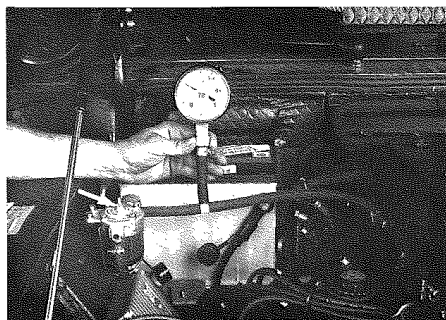
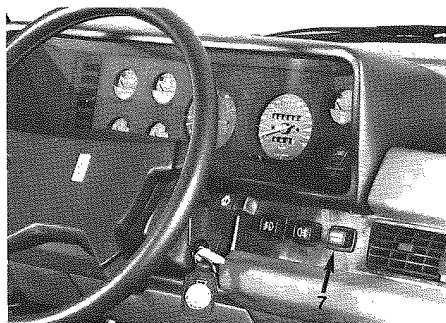

Fig. 25 - Vite regolazione pressione flusso benzina
Fig. 26 - Interruttore
- Controllare la pressione a valle del filtro regolatore inserendo un manometro tra scatola filtro e carburatori (**Fig. 25**). Agire sulla vite A per l'eventuale regolazione della pressione.
- Controllare la pressione di mandata carburante inserendo il manometro all'ingresso del filtro regolatore (**Fig. 25**). Per mezzo dell'apposito interruttore 7 (**Fig. 26**), inserire la pompa di emergenza e controllare nuovamente la pressione.
- Check the pressure before fuel filter by inserting a pressure gauge between filter box and carburetors (**Fig. 25**). Act on screws A to adjust the pressure.
- Check the pressure of fuel flow by inserting a pressure gauge at the entrance of the fuel filter (**Fig. 25**). Using a proper switch 7 (**Fig. 26**), insert the emergency pump and check the pressure again.